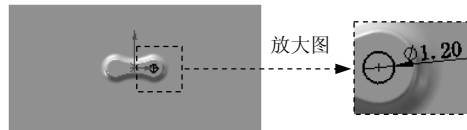

图 4.4.18 横断面草图
- (3) 绘制草图。在草绘环境中绘制图 4.4.18 所示的横断面草图，此处创建的草图将作为投影草图，以在模型表面形成分割面。
- (4) 选择下拉菜单 **插入(I)** → **退出草图** 命令，退出草图设计环境。